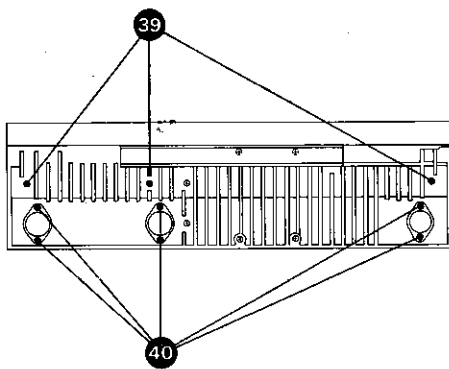

Fig. 3.17.—1
- Pro Print 1 Schraube (39) lösen (Fig. 3.17. — 1).
- Remove 1 screw (39) (fig. 3.17. — 1) from heat sink for each circuit board.
- Dévisser une vis par print (39) (Fig. 3.17. — 1)
- Leistungstristor lösen 2 Schrauben (40) (Fig. 3.17. — 1) und aus der Halterung herausziehen.
- Undo 2 transistor mounting screws (40) (fig. 3.17. — 1) and pull transistor from its socket.
- Dégager les 2 transistors de puissance (2 vis (40) (Fig. 3.17. — 1) de leur socle.